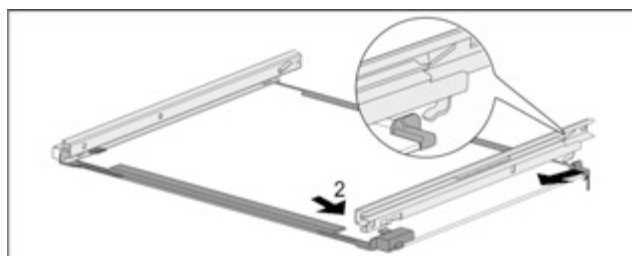

Fig. 78 Скляна пластина з рейками
- ▶ Зачепити рейку ззаду. Fig. 78 (1)
- ▶ Зафіксуйте рейку спереду. Fig. 78 (2)